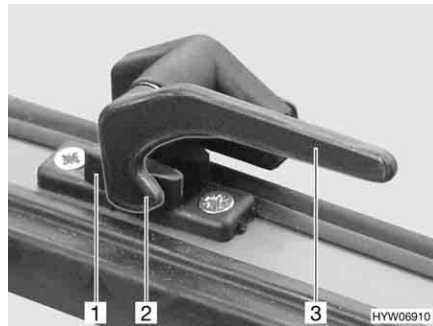

Bild 52 Låsarm i läget "stängd"
- Sväng låsarmen (Bild 52,3) ett kvarts varv mot fönstrets mitt.
- Sväng låsarmen (Bild 52,3) ett kvarts varv mot fönsterkarmen. Låsspaken (Bild 52,2) är placerad på insidan av fönsterlåset (Bild 52,1).
- I läget "helt stängt" (Bild 52)